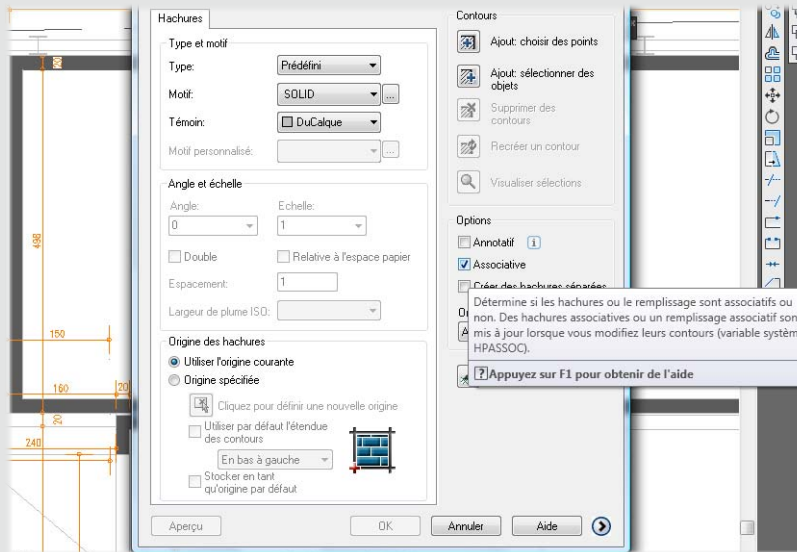

Figure 6
2. Activons l'outil Hachures et sélectionnons l'option Associative (voir Figure 6).